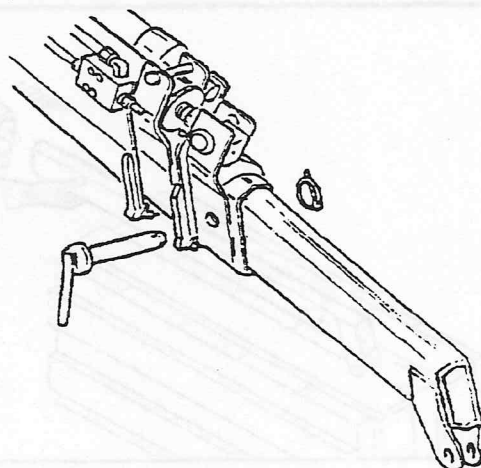

Fig.3
- 3) Fare scorrere lo sfillo manuale fino a che i fori sugli sfili non sono allineati. Riinserire il perno di bloccaggio con il relativo fermo di sicurezza (Fig.3).
- 3) Slide the manual extension till the holes on the extensions are aligned. Put the locking pin back in with the appropriate safety retainer (Fig.3). The accessory is prevented from fully coming out by the device described in par. 1.5.9.